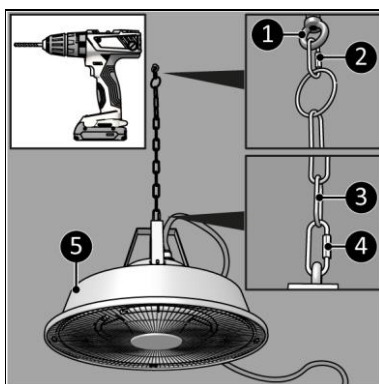

Figure 7
2. Insérez le boulon à œillet de suspension dans le trou (figure 7, pos. 1).
3. Attachez un mousqueton (figure 7, pos. 2) à la chaîne de suspension (50 cm) et au boulon à œillet de suspension (figure 7, pos. 1).
4. Attachez un mousqueton (figure 7, pos. 4) à la chaîne de suspension (50 cm) (figure 7, pos. 3) et à l'œillet de suspension de l'appareil (figure 7, pos. 5).
3. Attachez un mousqueton (figure 7, pos. 4) à la chaîne de suspension (figure 7, pos. 3) et à l'œillet de suspension de l'appareil (figure 7, pos. 5)).